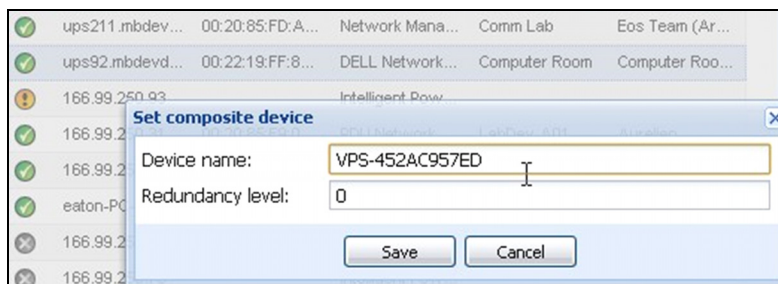

Figura 83. Finestra di dialogo Imposta dispositivo composito
- 4 Nella finestra di dialogo, specificare il nome del dispositivo, la modalità di ridondanza e il livello (vedere Figura 83).